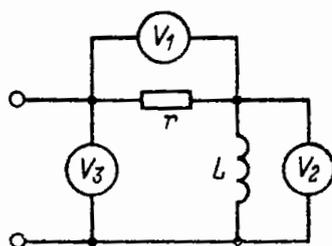

Рисунок 1
2. В цепи  $r, L$  (рис. 1) известны показания первого и второго вольтметров:  $U_1=100$  В;  $U_2=150$  В и сопротивление  $r=10$  Ом. Определить показание третьего вольтметра и индуктивность, если частота тока  $f=50$  Гц (ПК-2).